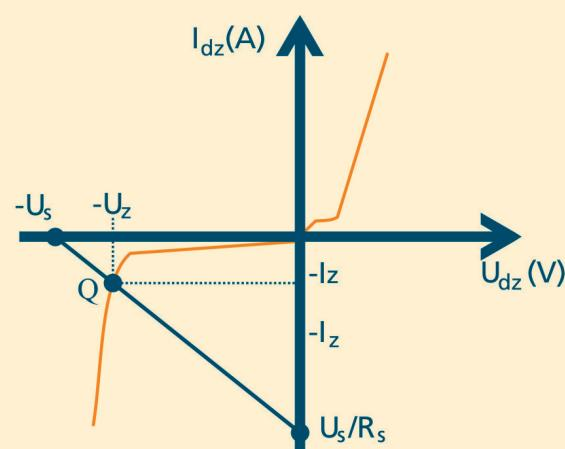

Figura 5.7: Reta de carga do diodo zener
a) Díodo zener ideal – o díodo zener ideal comporta-se como uma chave fechada para tensões positivas ou tensões negativas menores que $-U_z$. Ele se comportará como uma chave aberta para tensões negativas entre zero e $-U_z$, conforme representado na sua curva característica da Figura 5.7.